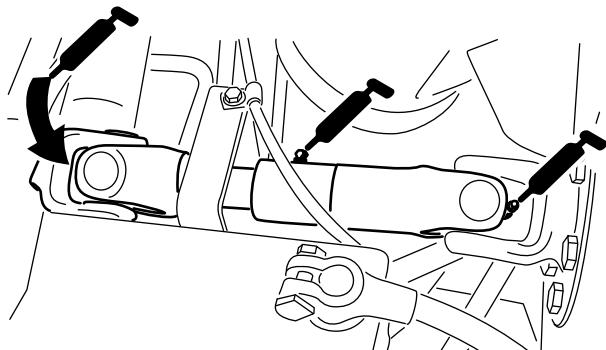

図 52
- ・ ポンプ駆動シャフトのUジョイント（3ヶ所）（図 52）